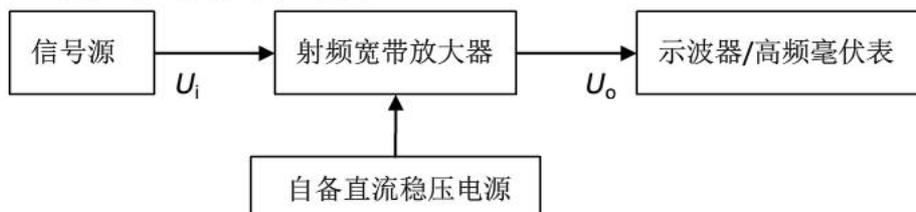
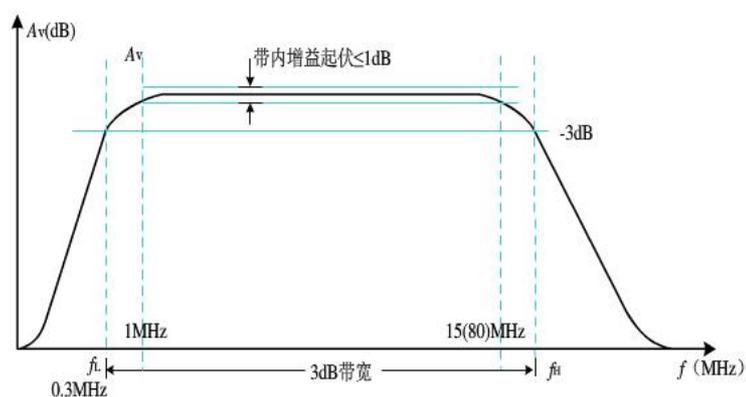

图 1 测试框图
图 2 幅频特性示意图
3. 建议的测试框图如图 1 所示，可采用点频测试法。射频宽带放大器幅频特性示意图如图 2 所示。